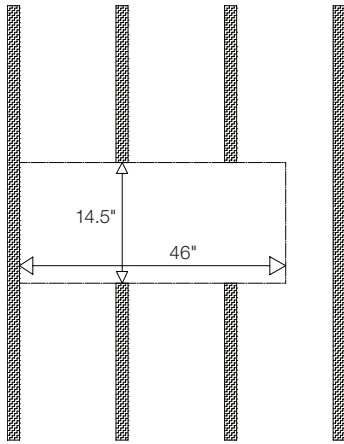

图 15
2. 完全切穿 SCL-2 安装空间内的墙体立柱（见图 15）。**请提前确认它们不是承重立柱。**